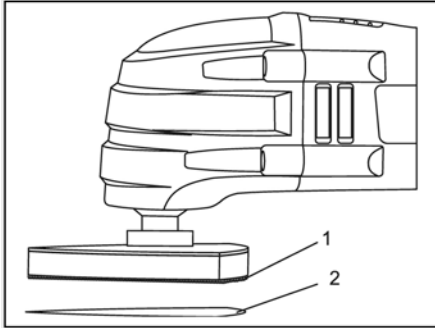

Рис.3
- Установите шлифовальную пластину (1, Рис.3) на инструмент.
- Прикрепите к пластине шлифовальный лист (2, Рис.3). Шлифовальный лист крепится к шлифовальной пластине при помощи самосцепляющейся поверхности (липучки).